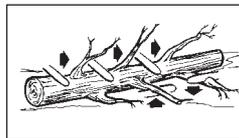

рис. 11
ПРЕДУПРЕЖДЕНИЕ: не ходите и не стойте перед деревом, на котором сделаны запилы. Сделайте основной пропил (D) с противоположной стороны ствола, на 3–5 см выше края запила (C) (рис. 11 B).
Обрезка сучьев — это процесс удаления с поваленного дерева веток и пр. Не отпиливайте поддерживающие сучья (A) до тех пор, пока ствол не будет распилен на брёвна (рис. 11). Натянутые ветки следует отпиливать снизу вверх во избежание защемления пилы.